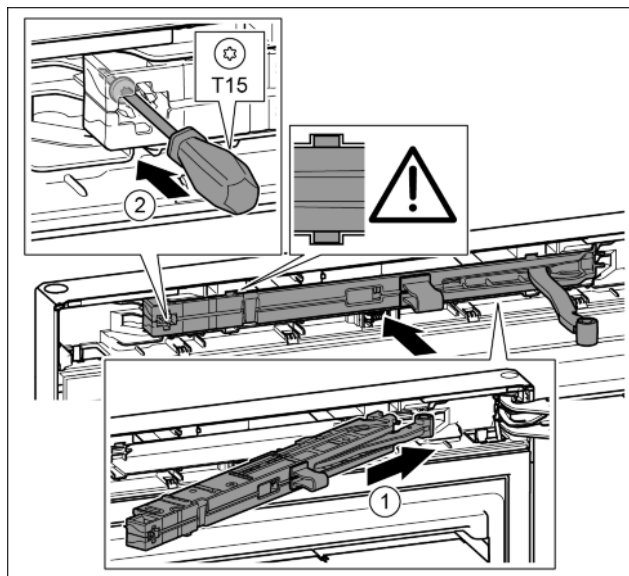

Fig. 40
- ▶ Вставить узел амортизатора со стороны опорного кронштейна в выемку до упора под наклоном. Fig. 40 (1)
- ▶ Затянуть винт отверткой T15. Fig. 40 (2)